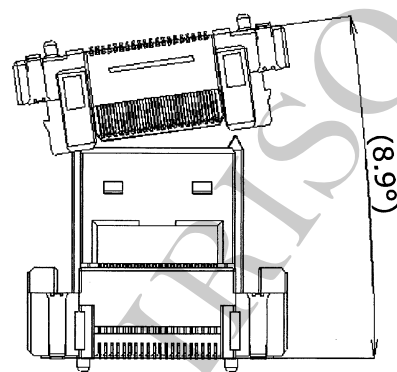

図 1/ Fig.1
- ・ 誘い込み時の角度は図 1～図 2 になりますので、記載角度以下で位置決めをして下さい。
/Figure 1 and 2 show guiding angle. Please locate it below the described angle.